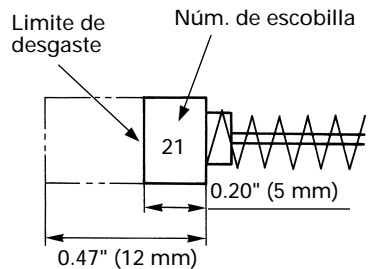

Fig. 7
4. Inspeccionar los carbones de contacto (Fig. 7)
NOTA: Utilice las escobillas HITACHI Núm. 21 indicadas en la Fig. 7.